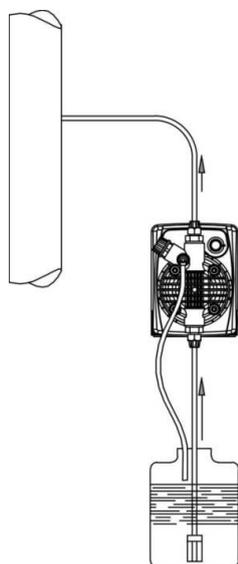
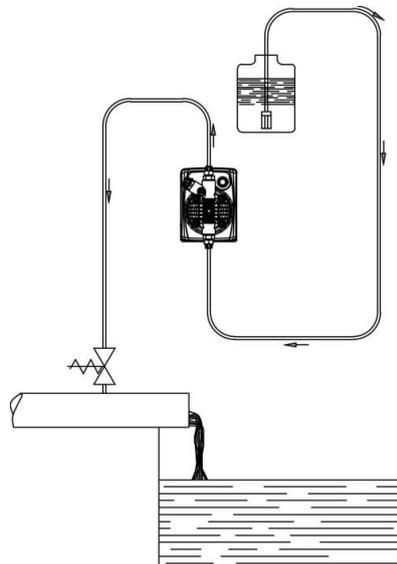

Рис. 5
Рис. 6
c. – Розмістіть насос, як показано на рис. 5, враховуючи, що його можна встановлювати, як вище, так і нижче рівня дозуючої рідини, при цьому перепад рівнів не повинен перевищувати 2-х метрів. Якщо система працює при атмосферному тиску (без зворотного), а ємність з реагентами розташована вище насоса (рис. 6) необхідно часто перевіряти стан клапана вприску, тому що його знос може викликати попадання реагенту в систему навіть при вимкненому насосі. Якщо дана проблема з'являється, Вам необхідно встановити зворотний клапан 3 між точкою викиду і клапаном. Не встановлюйте насос над ємністю з хімічними препаратами, що виділяють велику кількість парів, за винятком випадків, коли ємність герметично закупорена.